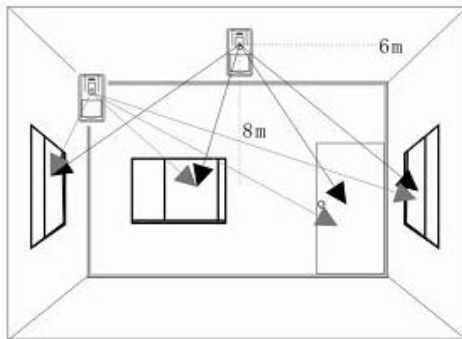

Fig. 1
1. Alegeti locatia de montare astfel incat , detectorul sa aiba in raza de actiune atat zonele de intrare cat si ferestrele din perimetrul ce se doreste a fi protejat (fig. 1).